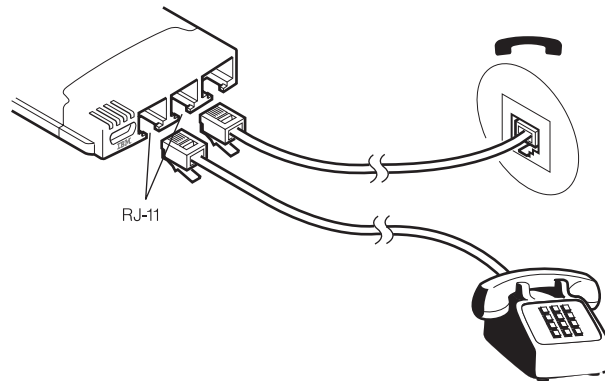

Figura 4. Conexión de un teléfono homologado (RJ-11)
1. Conecte otro conector RJ-11 en el segundo receptor hembra del Adaptador EtherJet 10/100 CardBus Ready Port con módem tal como muestra la Figura 4 en la página 5.